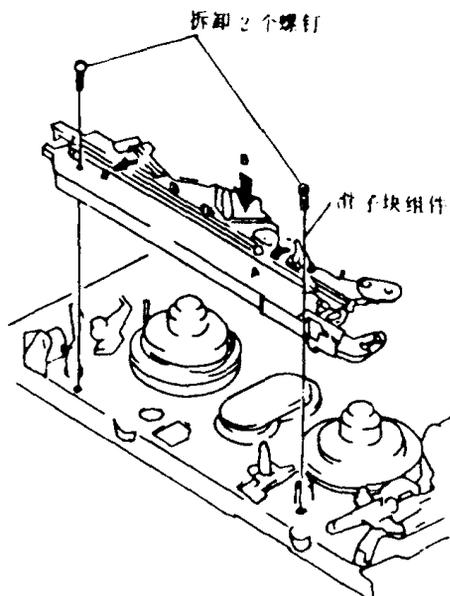

图 1-28
步骤:①拆卸 2 个螺钉,如图 1-28 所示。
②取出滑子块。